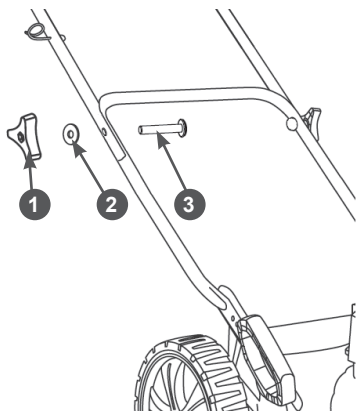

Рис. 4 Установка верхней части рабочей рукоятки
4. Установите верхнюю часть рабочей рукоятки. Совместите отверстия в верхней и нижней части рукояток и закрепите верхнюю часть рабочей рукоятки на нижней с помощью болтов и гаек, как показано на Рис. 4.